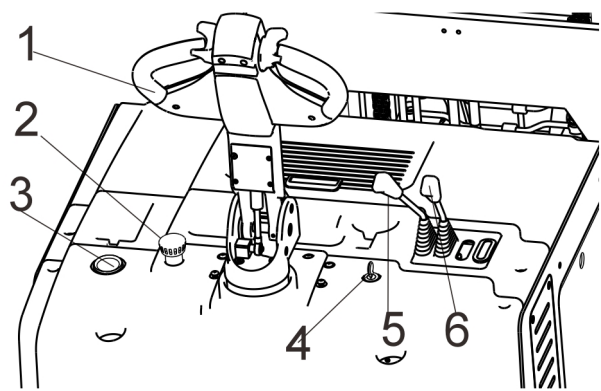

图 7-1 操作控制台
- 通过液压操纵杆是对液压传动件作不同需求时的分配器（图 7-1 中 5, 6），操纵杆分为以下几种功能：
- (1) 起升操纵杆：a. 货叉提升（后拉） b. 货叉停留 c. 降低货叉（前推）
- (2) 前移操纵杆： a. 后倾（后拉） b. 停留原位 c. 前倾（前推）